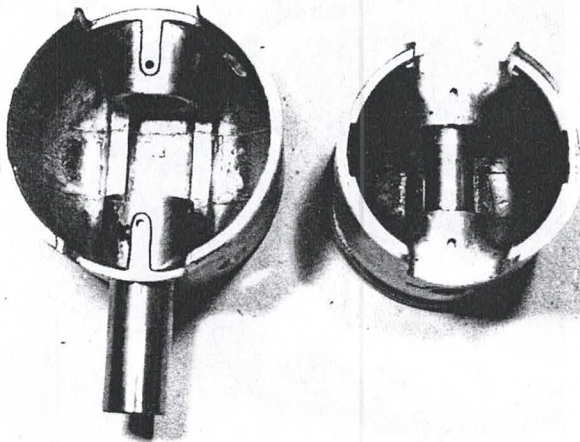

Bild 88
- Zwischen den Kolbenaugen und dem Kolbenbolzenlager müssen die richtigen Distanzscheiben eingesetzt sein (Bild 88). Der Kolben muss ein geringes Seitenspiel aufweisen. Beim Einbau eines neuen Kolbens müssen eventuell passende Scheiben ausgewählt werden.